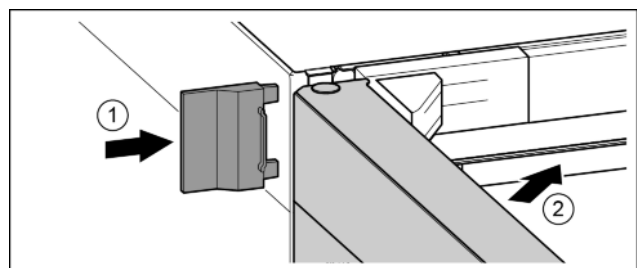

Fig. 23
- ▶ Надвинуть внешнюю крышку. Fig. 23 (1)
- ▶ Закрывать верхнюю дверь. Fig. 23 (2)